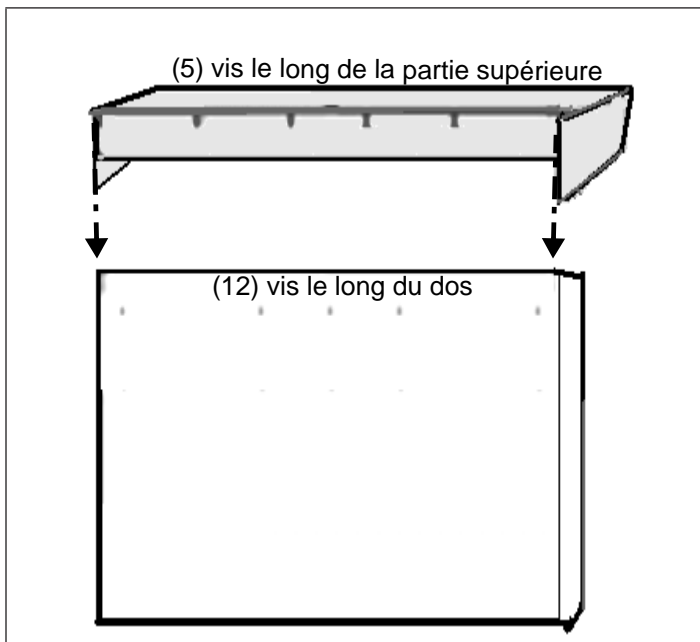

Figure 22: Vue arrière du dosseret de protection
4. Faites glisser la manche extérieure vers le haut. L'autre pièce est munie d'encoches (que vous ne pouvez voir) dans lesquelles la manche plus grande devrait s'enclencher. Vous devriez sentir un déclic vous indiquant que le dispositif est fixé correctement à l'appareil (Figure 22).